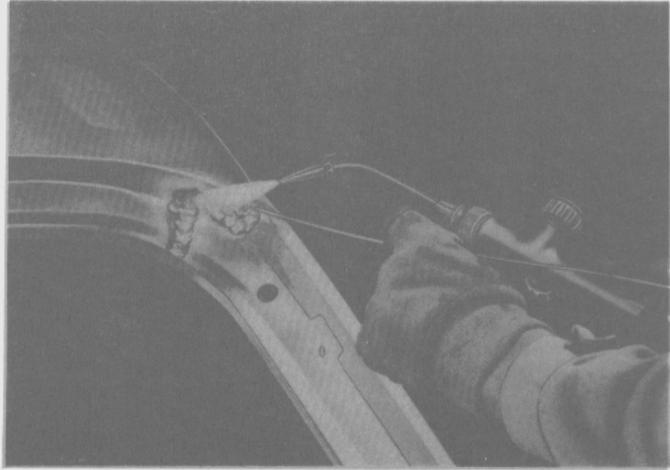

Fig. 57
- Estañar las esquinas traseras del panel del techo a los pilares "C" (Fig. 57).